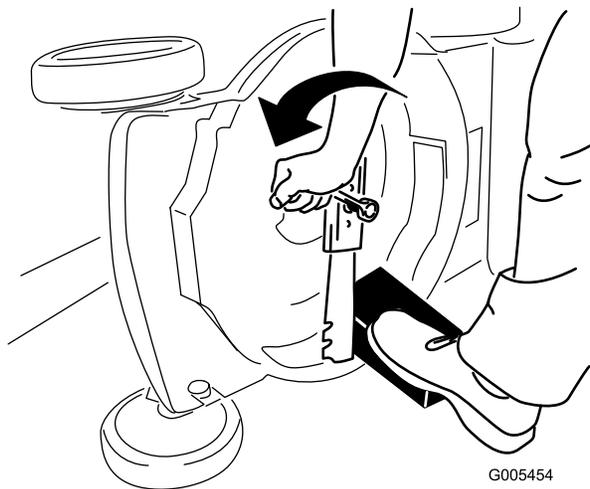

Рисунок 19
3. Используйте деревянную подкладку для неподвижного удерживания ножа (Рисунок 19).
4. Снимите нож, сохранив все крепежные детали (Рисунок 19).